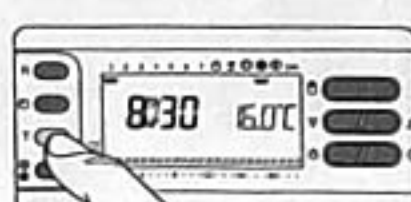

Fig. 63
**12.2** - Premere il pulsante **T** (fig. 63).